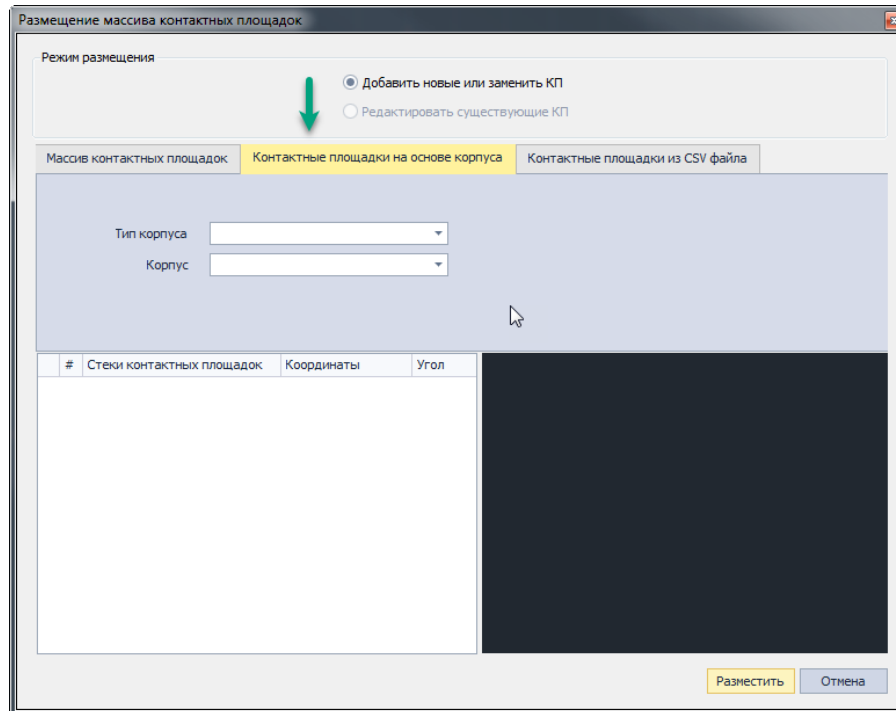

Рис. 104 Переход на вкладку «Контактные площадки на основе корпуса»
1. Перейдите на вкладку «Контактные площадки на основе корпуса», см. Рис. 104.